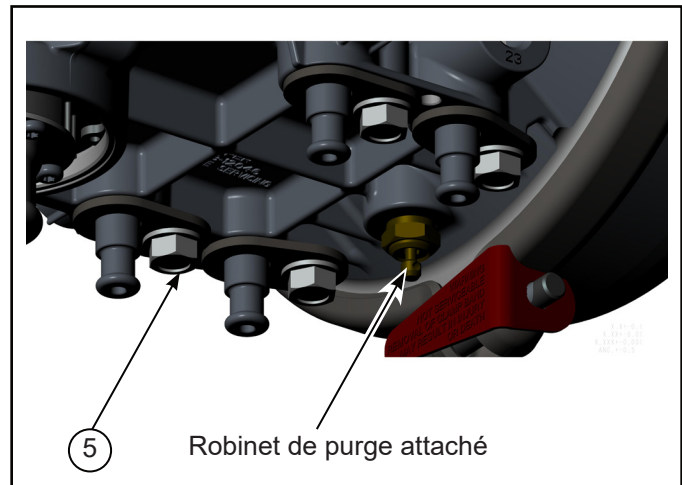

Figure 2 – Démontage des VPCD
2. Cf. *Figure 2*. Dépressuriser tous les réservoirs, y compris celui de purge du dessiccateur d'air (0,0 psi [0,0 kPa]). Ouvrir le robinet de purge attaché au réservoir pour évacuer la pression.